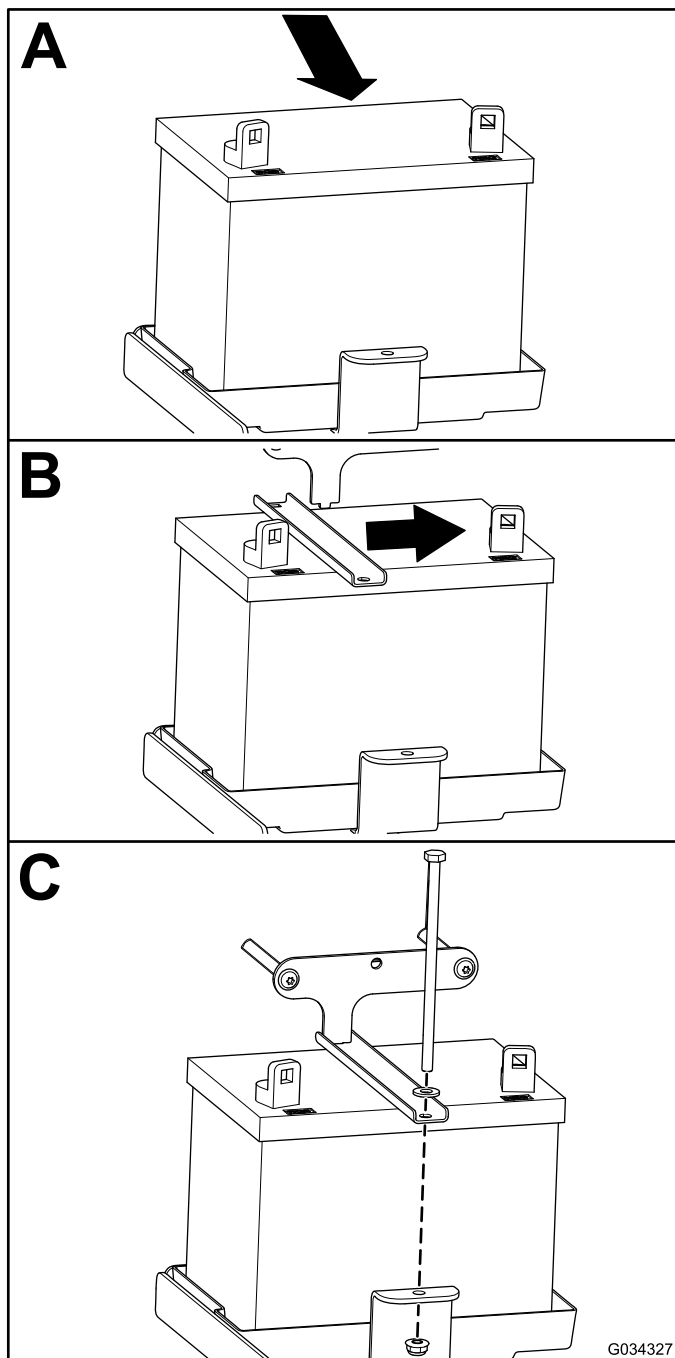

Figura 47
1. Montate la batteria come illustrato nella Figura 47.